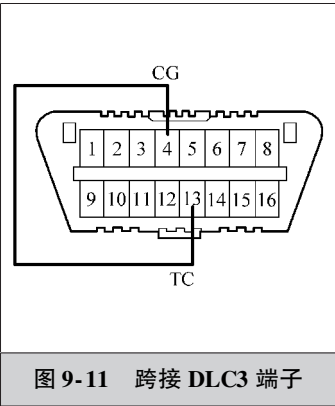

图 9-11 跨接 DLC3 端子
- 1) 将点火开关转到 ON (IG) 位，并等待约 60s。
- 2) 如图 9-11 所示，用导线将 DLC3 的端子 4 (CG) 和 13 (TC) 跨接。
① 如果采用拆卸蓄电池负极电缆端子的方法来清除故障码，则应先记录音响和防盗系统的密码，因为在蓄电池负极电缆端子拆下之后，音响和防盗系统以及时钟储存的信息将会丢失。
② 清除故障码之后，需重新设置音响和防盗系统的密码并调整时钟。
① 关闭点火开关。
② 拆下蓄电池负极电缆端子 10s 或更长一段时间后，故障码 41 以外的故障码即可被清除。
③ 接上蓄电池负极电缆端子。
① 如图 9-11 所示，使用 SST 连接 DLC3 的 TC 和 CG 端子，然后将点火开关转到 ON (IG) 位置。
② 在 DTC 输出后 3~10s 内，断开 DLC3 的 TC 端子，并检查 SRS 警告灯是否在 3s 后亮起。
③ 在 SRS 警告灯亮起后的 2~4s 内，连接 DLC3 的 TC 和 CG 端子。
④ 在连接 DLC3 的 TC 和 CG 端子后的 2~4s 内，SRS 警告灯应该熄灭。然后，在 SRS 警告灯熄灭后的 2~4s 内，断开 TC 端子。
⑤ 在断开端子 TC 后的 2~4s 内，SRS 警告灯再次亮起。然后，在 SRS 警告灯亮起后的 2~4s 内，重新连接 TC 和 CG 端子。
⑥ 在连接 DLC3 的 TC 和 CG 端子后的 2~4s 内，SRS 警告灯应该熄灭，同时，在 SRS 警告灯熄灭后的 1s 内，应输出正常代码。